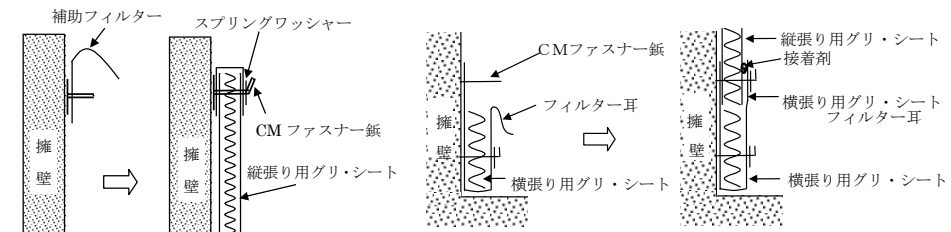

図 II-4 「グリ・シート」の天端部処理
- (1) CMファスナー鋸の接着強度を確認した後、「グリ・シート」を墨出しに従い取付ける。(夏場3時間、冬場16時間程度経過後を目安とする。)
- (2) 「グリ・シート KP12-300」のフィルター耳を上にして、最下端側のCMファスナー鋸に差込みスプリングワッシャーで押さえ込んだ後、ピン先を折り曲げて固定する。
- (3) 補助フィルターを最上部のCMファスナーに取付ける。(図 II-4左)
- (4) 縦張り用「グリ・シート」を横張り用「グリ・シート」の芯材に直接突合わせてCMファスナーで止める。この時、縦張り用「グリ・シート」の最上段列と最下段列のファスナーは補助フィルターと横張り用「グリ・シート」のフィルター耳を差し込んでからスプリングワッシャーで止める。
- (1) 縦張り用「グリ・シート」の上端部から土砂等が流入しないように補助フィルターで覆い、処理する。(図 II-4)